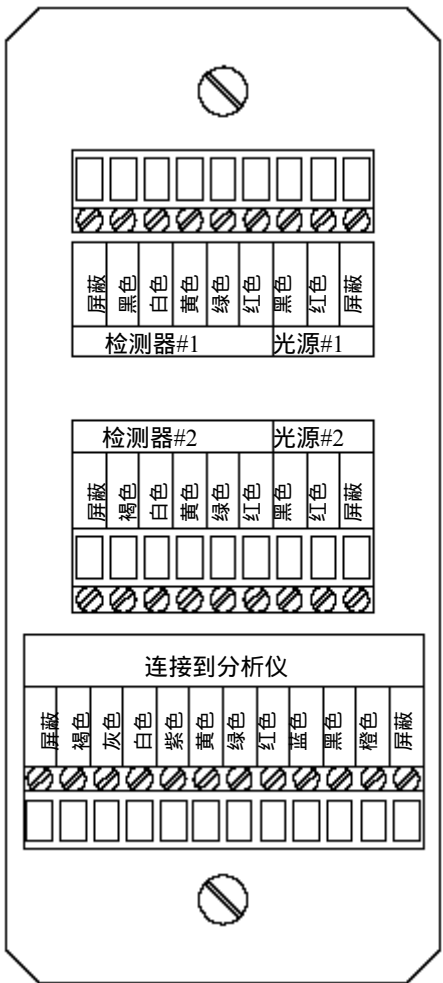

图 4-3 油度传感器接线端排列
3. 参考图 4-3 连接新的光源或者检测器的电线到传感器的接线端子上, 颜色相匹配。